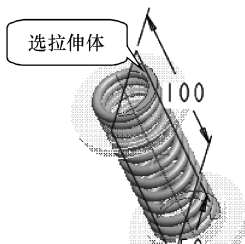

图 9-29 添加可变尺寸
(20) 单击 按钮，选项弹簧两侧去除材料的拉伸特征，显示其尺寸，如图 9-29 所示。
(21) 在图形区选择尺寸“100”，单击 按钮，该尺寸即被添加到对话框的列表中。